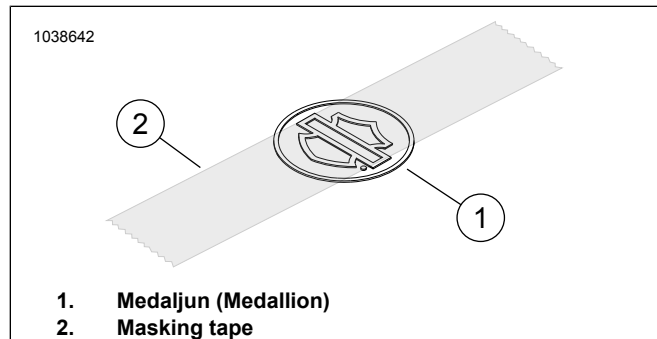

Figura 1. Applika t-Tape fuq il-Medaljun
2. Ara Figura 1 . Poġġi biċċa masking tape ta' 3 pulzieri fin-nofs tal-emblema bar and shield fuq il-medaljun.